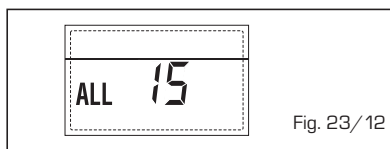

Fig. 23/12
- ANOMALIE SONDE EXTÉRIEURE "CLIGNOTANTE" (fig. 23/13)